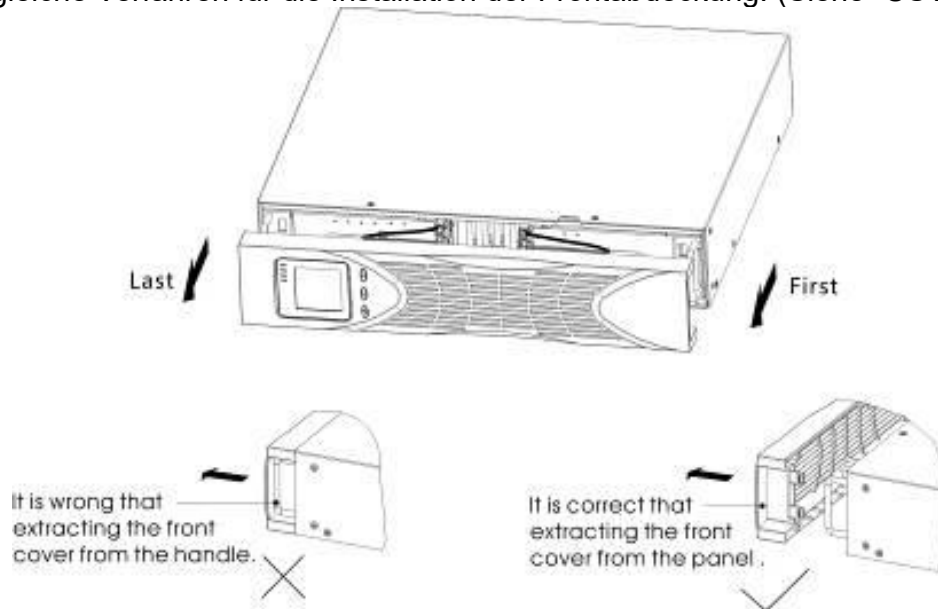

Abbildung 8
(1) Gehen Sie folgendermaßen vor, um die optionalen Batterieerweiterungsschränke (EBPs) an die USV anzuschließen:
a) Entfernen Sie die Frontplatte jedes einzelnen Schrankes (Abbildung 8).